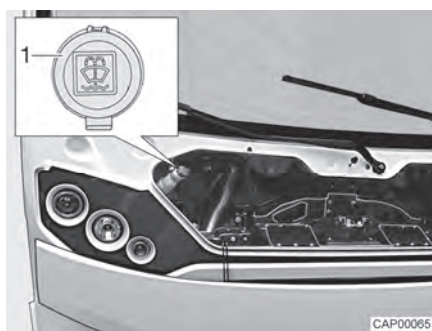

Bild 8 Påfyllningsöppning (spolarvätska)
- Öppna locket (Bild 8,1) på spolarvätskebehållarens påfyllningsöppning.